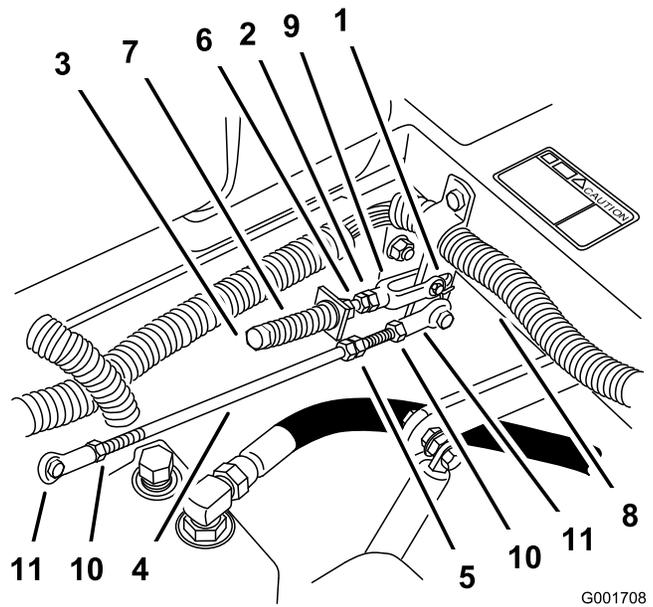

Figura 60
1. Afloje las contratuercas de la articulación esférica de la varilla de control de la bomba (Figura 60).
3. Ajuste la longitud de la varilla de la bomba girando las tuercas dobles de la varilla, en el sentido apropiado, hasta que la rueda quede estacionaria o se mueva muy lentamente en marcha atrás (Figura 60).
6. Apriete las contratuercas de las articulaciones esféricas (Figura 60).